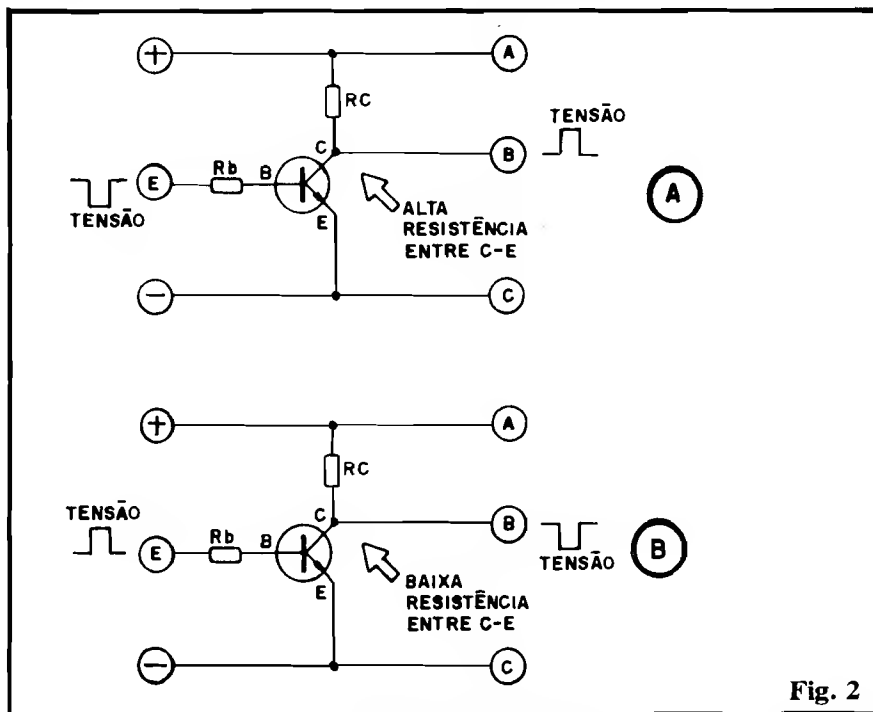

Fig. 2
- **FIG. 2-A** - Se, no arranjo básico com um transistor, aplicarmos à entrada do sistema (ponto E) uma tensão **baixa** ou **nula** (ligando momentaneamente - por exemplo - o ponto E ao **negativo** da alimentação...), teremos um transistor "cortado", mostrando uma elevada resistência entre **coletor** e **emissor**. Essa "dificultação" à corrente é **tão** grande que, para todos os efeitos, o **coletor** encontra-se sob o mesmo potencial da linha do **positivo** da alimentação (principalmente considerando-se que o valor de R_c é, normalmente, moderado...). Manifesta-se, então, no ponto de Saída B (**coletor** do transistor), uma tensão **elevada** (muito próxima do valor presente em A ou linha do **positivo** da alimentação. Assim, nota-se que um transistor, na sua configuração amplificadora mais simples e direta (em emissor comum, e na base do "tudo ou nada"...) funciona como um **INVERSOR** da tensão aplicada ao seu terminal de **base** (se "tomarmos" como Saída do dito cujo...).
- **FIG. 2-B** - Para confirmar essa propriedade "inversora" de tensão do transistor na configuração circuital mais simples, basta levarmos a Entrada E, momentaneamente a uma tensão **elevada** (ligando tal ponto - por exemplo - ao **positivo** da alimentação...). Nesse caso, o transistor entra em "saturação" (sempre pressupondo que o valor de R_b foi calculado previamente para tal...), praticamente "curto-circuitando" o ponto B de Saída (correspondente ao **coletor** do componente...) com a linha do **negativo** da alimentação. Em outras palavras: manifesta-se na Saída (B), uma tensão muito **baixa** (praticamente **nula**, extremamente próxima do **negativo** presente na linha C...). Comparando as duas figuras (2-A e 2-B) e os gráficos de Tensão nos respectivos pontos de Entrada e Saída,